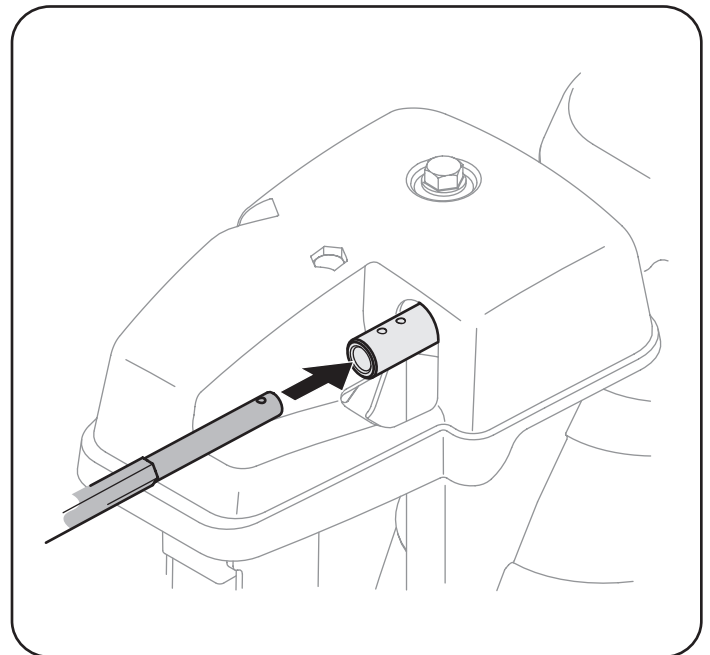

Figura 3
3. Inserte la varilla hexagonal dentro del cabezal de control del canal. Empuje la varilla tan lejos dentro del cabezal de control del canal como sea posible, manteniendo el orificio en la varilla hexagonal señalando hacia arriba. Vea la Figura 3.